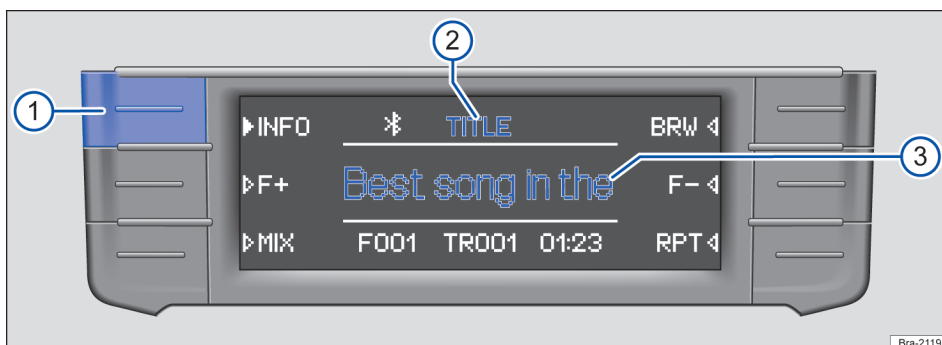

Fig. 146 Ejemplo de visualización en el modo Media: información de las pistas de un CD de MP3 que se está reproduciendo.
En los CD de audio sin texto de CD solo se muestra en la línea central del display → fig. 146 (3), TRACK y el número de la pista, según el orden de la unidad de almacenamiento de datos.
En el centro de la línea superior del display se muestra el tipo de información de la pista seleccionada, por ejemplo, TITLE → fig. 146 (2).
- Pulse brevemente la tecla de función **INFO** → fig. 146 (1) para cambiar el tipo de información que se muestra de la pista.
Indicación → fig. 146 (2)	Información de la pista → fig. 146 (3)